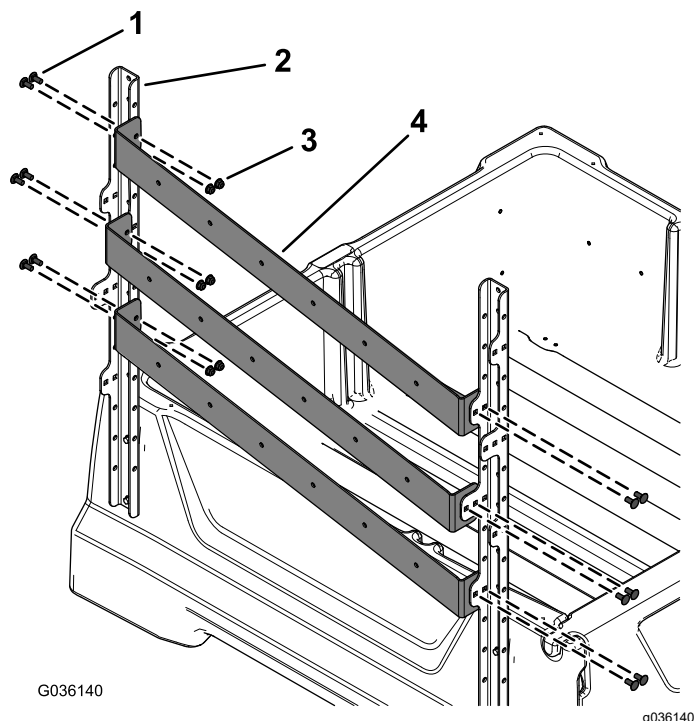

Figura 3
2. Instale as três montagens de pá no suporte da estrutura vertical lateral com 12 parafusos de carroçaria (5/16 pol. x 3/4 pol.) como se mostra na Figura 3.